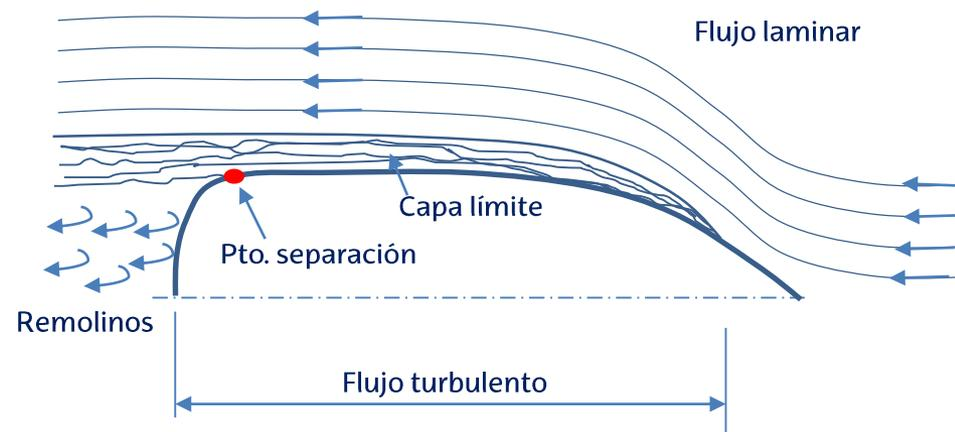

Figura 11. Distribución de las líneas de flujo de agua a lo largo del casco [1]
- La capa límite se separa del casco en la popa y el espacio se rellena con remolinos (figura 11) → **estela del barco** o “wake” que hay que trasladar → aumenta la resistencia al avance del barco cuanto mayor sea.